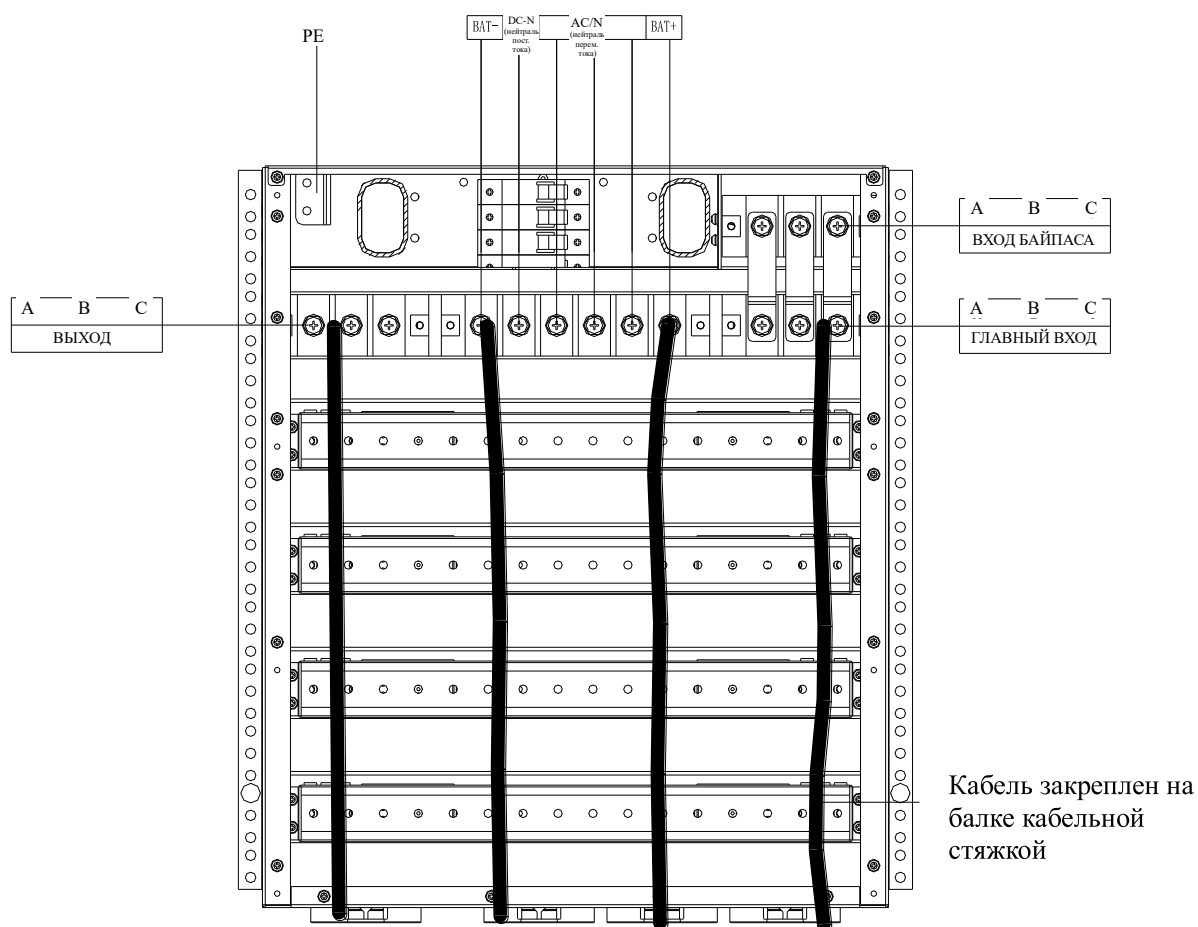

Рисунок 4-2. Принципиальная схема подключения силового кабеля
Сетевой, выходной и батарейный кабель подключены к соответствующим медным шинам ИБП, как показано на рис. 4-2.
Провод защитного заземления должен быть надежно соединен с клеммой защитного заземления (PE) (см. рис. 4-2) с помощью болтов.
На рис. 4-2 показано расположение клемм силовых кабелей стоечного ИБП.
В шкафу связать и закрепить кабели, как показано на рис. 4-2, чтобы предотвратить механическое повреждение кабелей.
См. информацию о следующих шагах подключения силового кабеля на рис. 4-2: